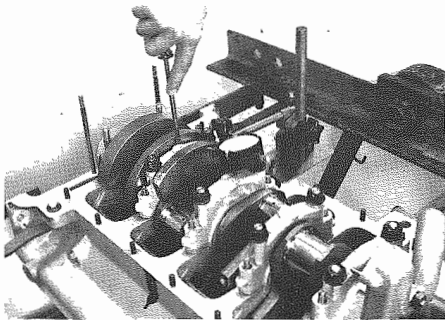

Fig. 121 - Verificare il gioco assiale
- Verificare il gioco assiale dell'albero (**Fig. 121**) (vedi pag. 1-5); il gioco può essere ripreso con cuscinetti di spallamento maggiorati (vedi pag. 1-5).
- Check the axial clearance of crankshaft (**Fig. 121**) (see page 1-5); the clearance can be taken up oversize shoulder bearings (see page 1-5).